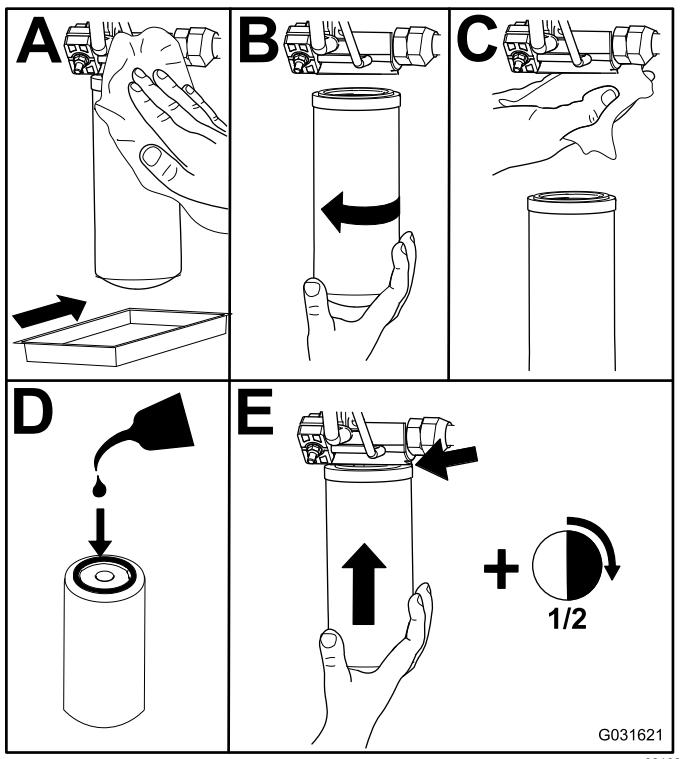

Figura 98
- Cambie los filtros hidráulicos (Figura 98).